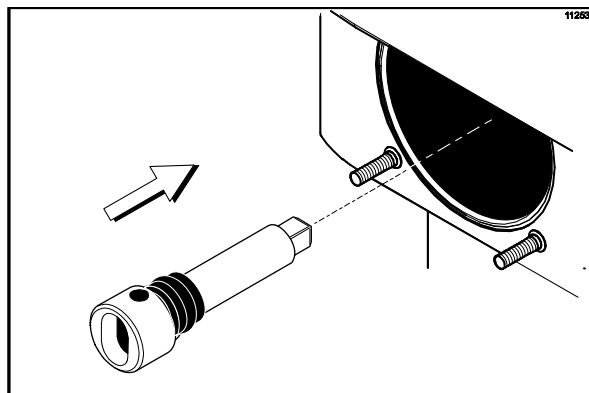

Рисунок 112
2. Через задний подшипник кожуха, в морозильный цилиндр, установите приводной вал битера для молочных коктейлей и прочно закрепите квадратный конец в муфту приводного вала. Убедитесь в том, что приводной вал входит в муфту привода не заедая. (См. рис. 112)